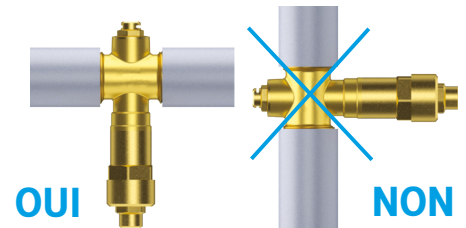

Fig. 3
- À installer en position verticale comme indiqué sur l'image cf. Fig. 3.